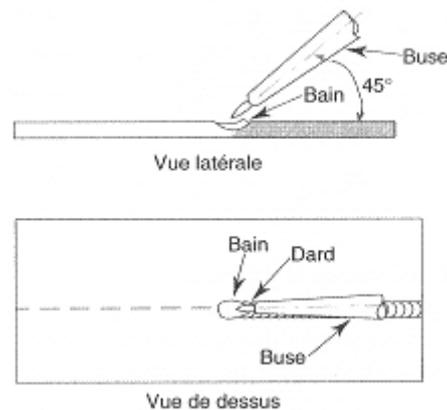

Figure 2.8
- dilatation et contraction : plus il y a de différence entre la dilatation et la contraction, plus il y a de risque que les tôles gauchissent (Figure 2.8).
Ligne de fusion consiste à former un petit volume de métal liquide appelé bain de fusion et à le faire progresser de façon rectiligne et continue (Figure 2.8).